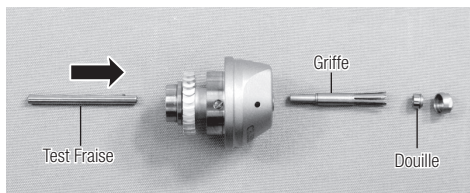

Fig. 19
- 3) Lorsque l'écrou du rotor est desserré, retirez la griffe précautionneusement avec la lime ou la tige de la fraise depuis l'arrière de la cartouche. La douille et la griffe sortiront. (Fig.19)